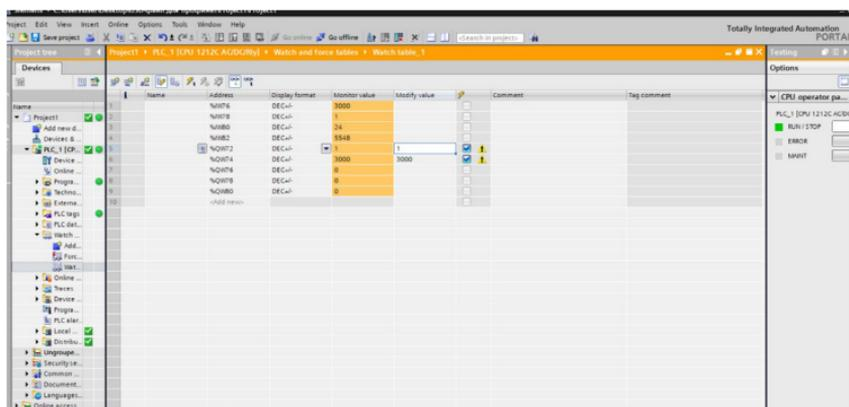

Рисунок 4.20 – Отправка записанных параметров в ПЧ
14) На панели инструментов нажмите «Go to online», после чего должно отобразиться успешное подключение. После подключения и введения необходимых параметров нажмите «Monitor all» и после этого «Modify all selected values once and now» (рисунок 4.20).